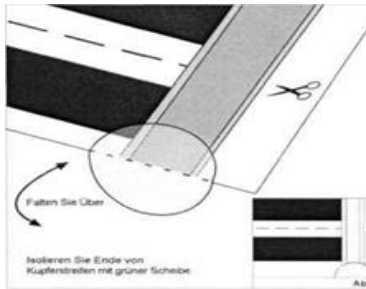

Bild 1
- Das Folienheizelement kann nur an den Trennlinien (siehe Bild 1) gekürzt werden.
- Nach dem Schneiden ist der Bereich des Kupfers mit einem beiliegenden grünem Polyester (Verpackungsinhalt) zu isolieren (siehe Bild 1).
- Die Kontur der Anschlüsse des Heizelementes werden (wie im Bild 1 dargestellt) in der Isolierung ausgeschnitten.